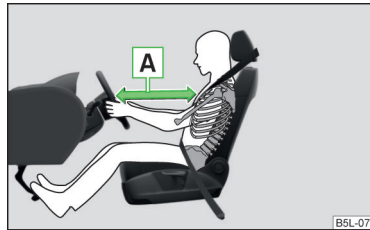

Abb. 8 Sicherer Abstand zum Lenkrad
- Für den Fahrer und Beifahrer ist es wichtig, einen Abstand von mindestens 25 cm zum Lenkrad bzw. zur Schalttafel einzuhalten **A** » **Abb. 8**. Wenn Sie den Mindestabstand nicht einhalten, kann Sie das Airbag-System nicht schützen - Lebensgefahr! Außerdem müssen die Vordersitze und die Kopfstützen immer der Körpergröße entsprechend richtig eingestellt sein.